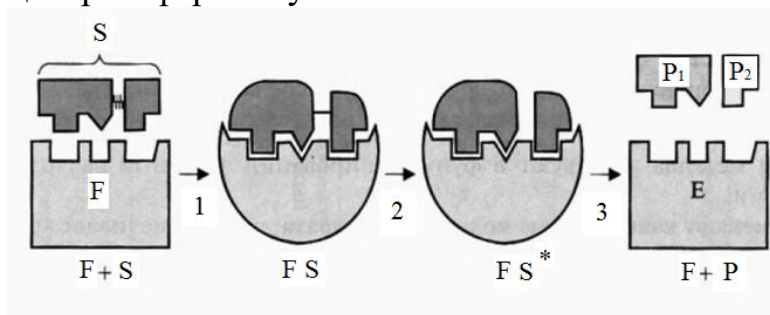

Рисунок 28 – Механізм дії ферментів та основних етапів (1, 2, 3 етапи) ферментативної реакції
1) **активний центр ферменту** – центр, утворений із залишків амінокислот, що знаходяться у складі різних ділянок поліпептидного ланцюга (рис. 28).
Схематичне зображення механізму дії ферментів та основних етапів ферментативної реакції подано на рис. 28.
1) На 1-му етапі відбувається сорбція субстрату на субстратному (адсорбційному) центрі ферменту, що супроводжується утворенням зворотного фермент-субстратного комплексу ($F \cdot S$) (рис. 28).
2) На 2-му етапі відбуваються хімічні перетворення молекули субстрату у складі фермент-субстратного комплексу ($Fe \cdot S$) з утворенням комплексу ферменту з хімічно перетвореним субстратом ($Fe \cdot S^*$) (рис. 28).
3) На 3-му етапі відбувається десорбція продукту реакції та вивільнення ферменту в незмінному вигляді (див. рис. 28). Цей етап протікає легше, ніж 2-й і так само є незворотним.